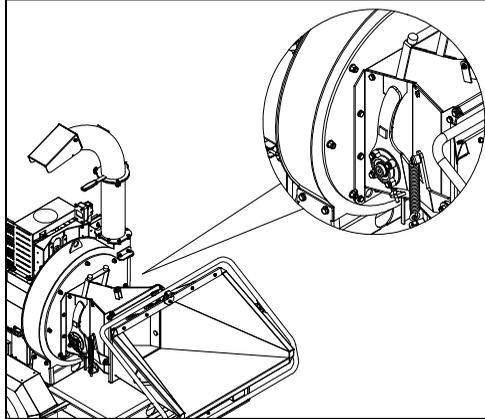

Fig. 15
- Ouvrir la trémie de chargement en dévissant les deux écrous de blocage (fig.15).